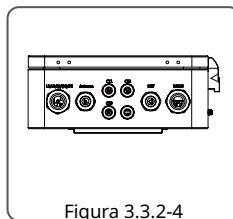

Figura 3.3.2-4
2. El SEC1000S debe colocarse en un lugar fijo en interiores, como se muestra en la figura 3.3.2-5.